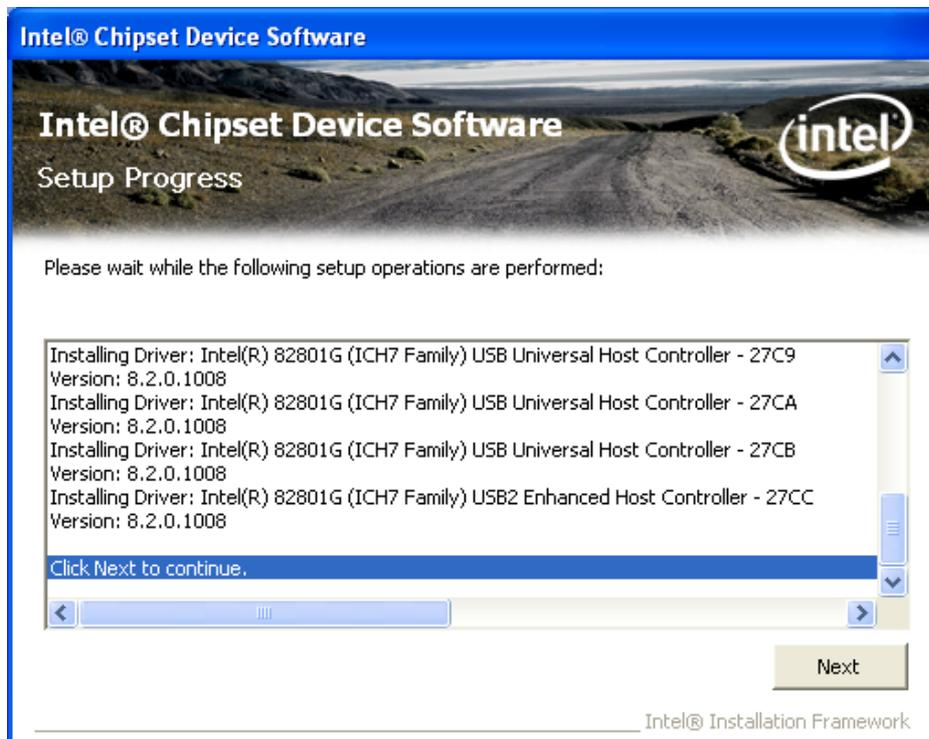

Abbildung 7-6: Chipsatztreiber Installationsfortschritt
Schritt 11: Die erforderlichen Dateien werden installiert (Abbildung 7-6).